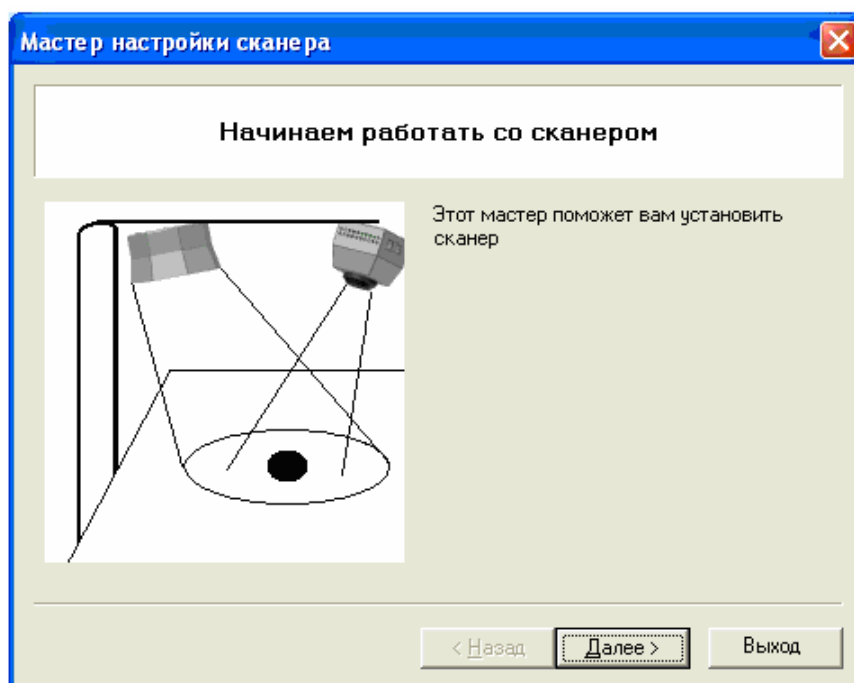

Рис. 7 Начало работы программы "Мастер настройки сканера"
1. Запустите файл ScanWizard.exe. Откроется окно: «**Начинаем работать со сканером**» (Рис. 7). При работе с программой: - для перехода в следующее окно нажмите кнопку **Далее**; - для возвращения в предыдущее кнопку **Назад**; - для выхода из программы, нажмите кнопку **Выход**.